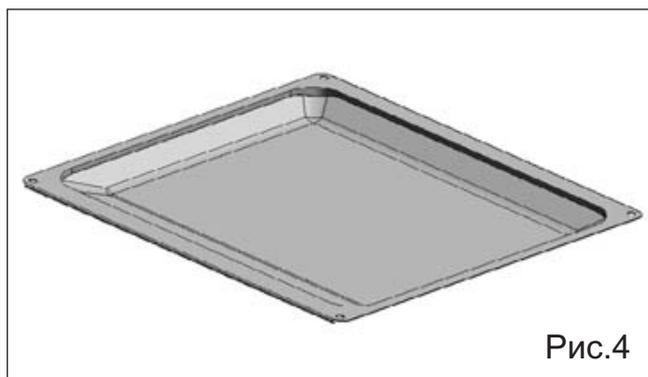

Рис.4
**Многофункциональный противень 20 мм. (рис.4).**